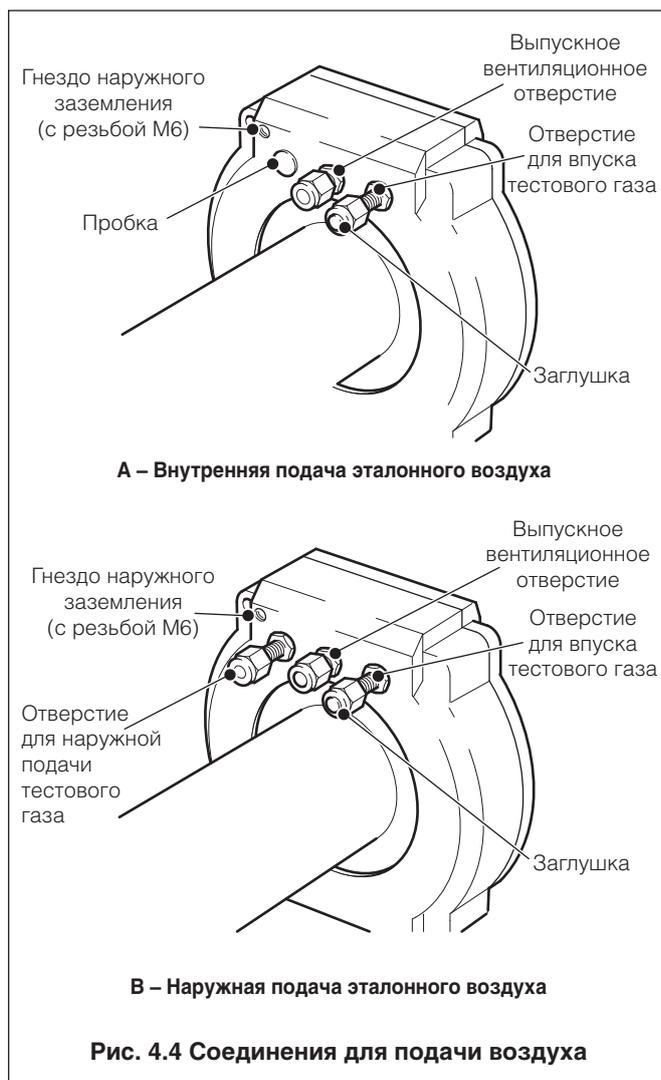

Рис. 4.4 Соединения для подачи воздуха
4.3 Присоединения трубок – Рис. 4.4
4.3.1 Подключение внешнего эталонного воздуха – Рис. 4.4В
Требуется подача чистого, сухого, не содержащего масла воздуха, например, от насоса или регулирующего устройства (см. Раздел 10.4). Присоединить трубку подачи эталонного воздуха как показано на Рис. 4.4В. Внутреннее подключение подачи эталонного воздуха (внутри кабелепровода зонда) описано в Разделе 4.2.2, п. ⑤.
4.3.2 Присоединение вентиляционной трубки – Рис. 4.4
4.3.3 Подключение тестового газа – Рис. 4.4